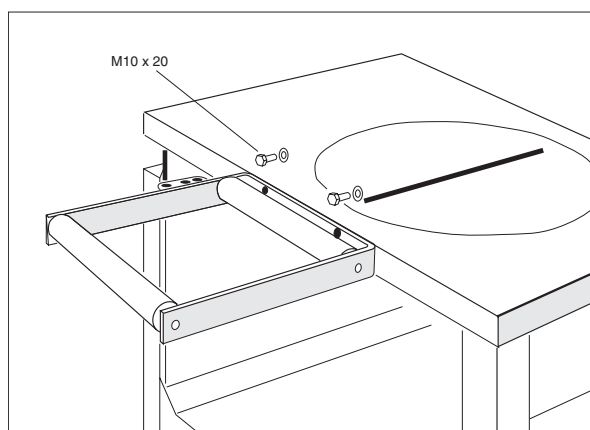

Fig. 5
- Støtterull festes til sagan med skruer (M10 x 20) fig. 5.